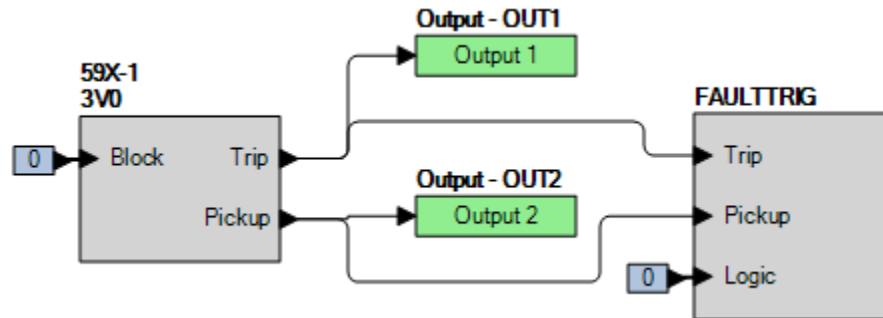

Figure 69-1. Paramètres BESTlogic*Plus* (mode 3V0)
Étape 2 : Utilisez BESTCOMS*Plus* pour configurer la Logique programmable BESTlogic*Plus* illustrée dans la Figure 69-1.
Étape 4 : Préparez la surveillance de l'exécution de la fonction 59X-1. Cette exécution peut être vérifiée en surveillant la sortie OUT2 (voir Figure 69-1).